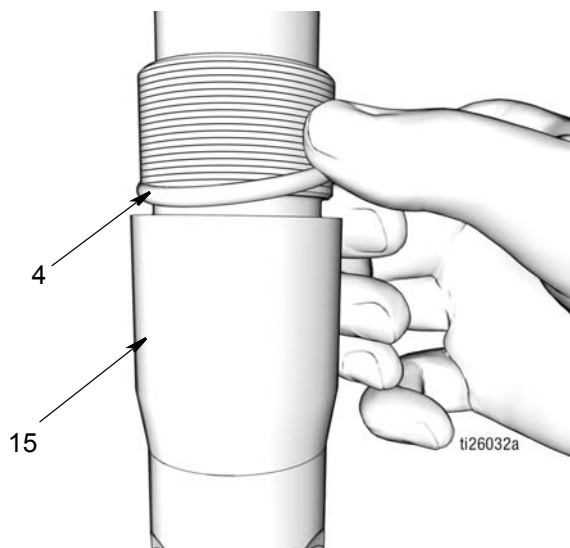

FIG. 44
- b. Appliquer une mince couche de graisse sur le joint torique (4). Monter le joint torique sur le clapet anti-retour de sortie (15) (FIG. 44).